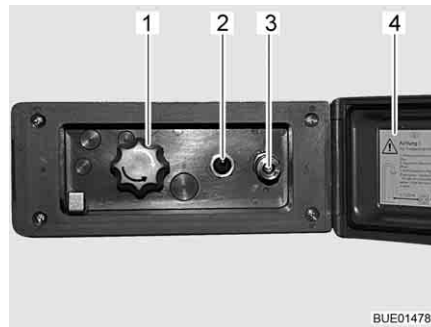

Fig. 161 Raccordo doccia esterno
- Sganciare ed aprire il coperchio (Fig. 161,4).
- Collegare il tubo flessibile della doccia esterna alla chiusura rapida (Fig. 161,3).
- Accendere la pompa dell'acqua con l'interruttore (Fig. 161,2).
- Regolare la temperatura dell'acqua ai gradi desiderati mediante la manopola (Fig. 161,1).
- Spegnere la pompa dell'acqua con l'interruttore (Fig. 161,2).
- Chiudere il coperchio (Fig. 161,4) e bloccarlo con la chiave.
- Ruotare la manopola (Fig. 161,1) sulla posizione centrale.